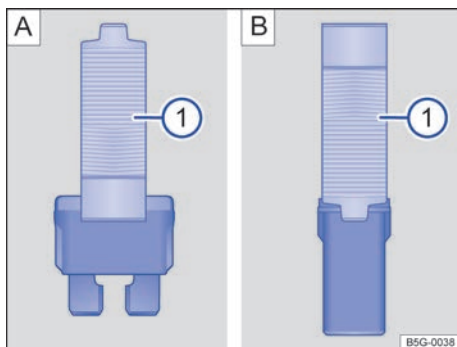

Fig. 222 Extraer o colocar el fusible con las pinzas de plástico: **A**) Fusible enchufable plano. **B**) Fusible tipo bloque.
- En función del tipo de fusible, desplace la pinza correspondiente ⇒ fig. 222 **A** ① o ⇒ fig. 222 **B** ① lateralmente sobre el fusible.
- Si el fusible se ha fundido, sustitúyalo por uno nuevo del *mismo* amperaje (de igual color y grabado) y del *mismo* tamaño ⇒ ①.